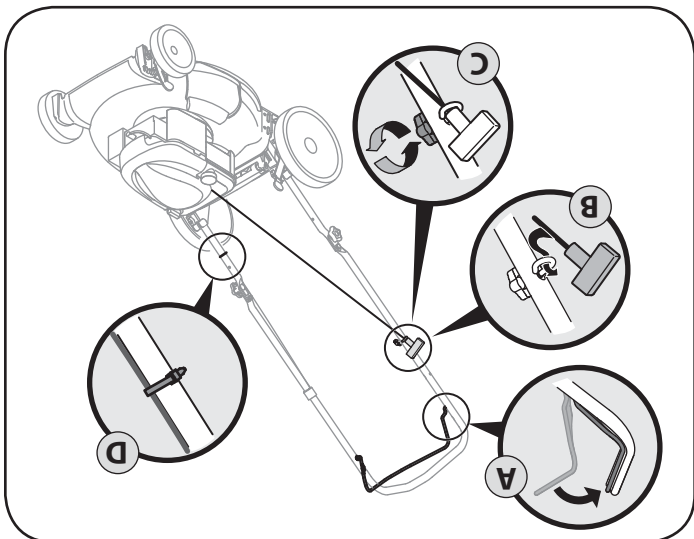

Figure 6
4. Le guide de la corde du démarreur est installé sur la droite du guidon supérieur. Desserrez le boulon à oreilles qui maintient le guide de la corde en place. Voir la Figure 6.
- b. Dégagez lentement la poignée du démarreur à lanceur du moteur et faites passer la corde dans son guide. Voir la Figure 6.